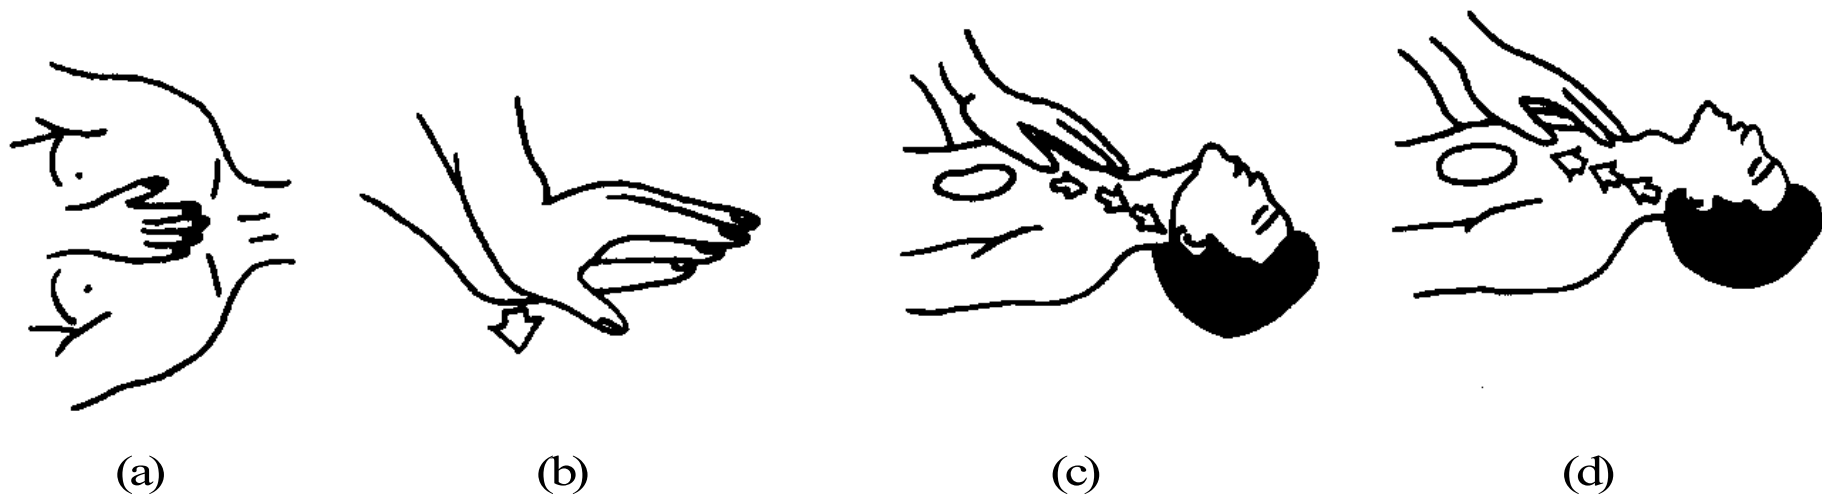

图1.4-2 心脏挤压法
(2) 人工胸外挤压心脏法。 若触电人伤害得相当严重， 心脏和呼吸都已停止， 人完全失去知觉， 则需同时采用口对口人工呼吸和人工胸外挤压两种方法。 如果现场仅有一个人抢救， 可交替使用这两种方法， 先胸外挤压心脏4~6次， 然后口对口呼吸2~3次， 再挤压心脏， 反复循环进行操作。 人工胸外挤压心脏的具体操作步骤如下：
① 解开触电人的衣裤，清除口腔内异物，使其胸部能自由扩张。
② 使触电人仰卧，姿势与口对口吹气法相同，但背部着地处的地面必须牢固。
③ 救护人员位于触电人一边，最好是跨跪在触电人的腰部，将一只手的掌根放在心窝稍高一点的地方（掌根放在胸骨的下三分之一部位），中指指尖对准锁骨间凹陷处边缘，如图1.4-2（a）、（b）所示，另一只手压在那只手上，呈两手交叠状（对儿童可用一只手）。
④ 救护人员找到触电人的正确压点，自上而下，垂直均衡地用力挤压，如图1.4-2(c)、(d)所示，压出心脏里面的血液，注意用力适当。
⑤ 挤压后，掌根迅速放松（但手掌不要离开胸部），使触电人胸部自动复原，心脏扩张，血液又回到心脏。